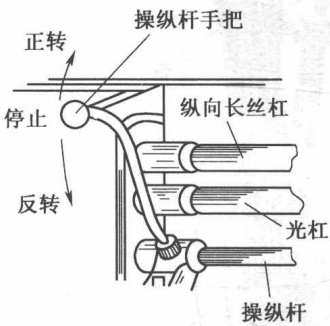

图 2-6 纵向长丝杠、光杠和操纵杆
(2)纵向长丝杠(图 2-6) 纵向长丝杠用于车削螺纹。
(3)光杠(图 2-6) 光杠用于把进给箱的运动传给溜板箱,使溜板和车刀按要求的速度作直线走刀运动。
(4)操纵杆(图 2-6) 在光杠下面有一根操纵杆,它是车床的控制机构。在溜板箱的左端和右端各装有一个操纵杆手把,操作者可以很方便地通过操纵杆手把来控制车床主轴的正、反转或停车。